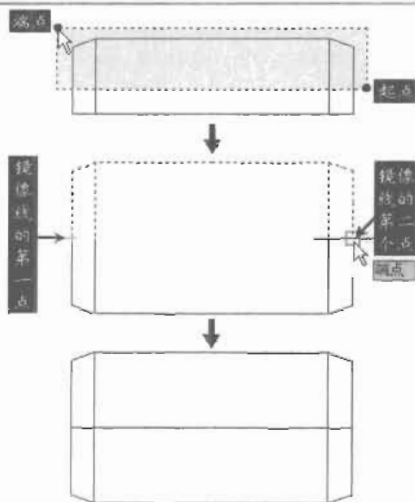

图 4-119
(9) 按空格键继续执行镜像绘图命令, 把上一步绘制的图形继续复制一份, 如图 4-119 所示, 命令执行过程如下。